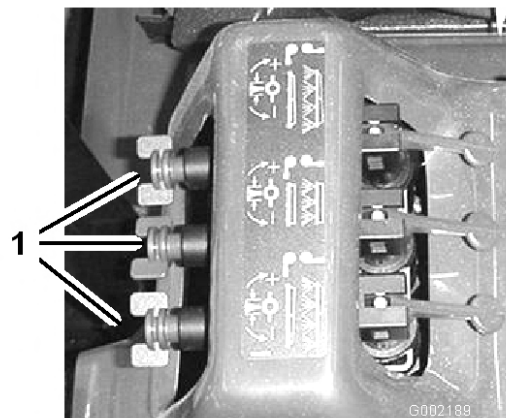

図 27
12. OFF にしたブームのバルブの下についているバイパス・バルブ（図 27）を使って、上記手順9で設定した水圧と同じ水圧に調整する。